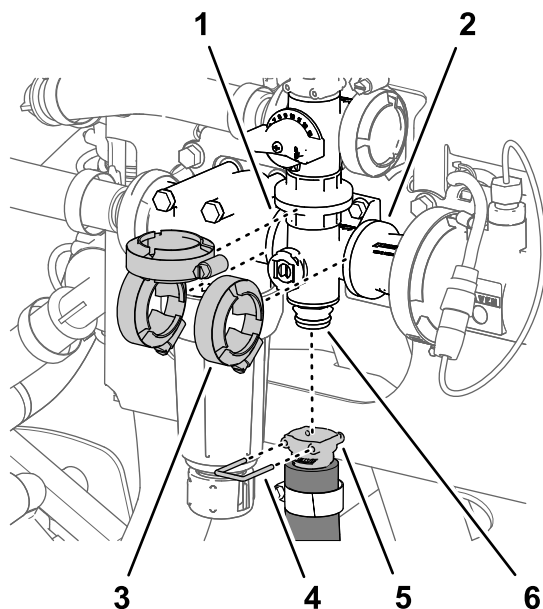

Figura 123
1. Retire o pino de ligação rápida que prende o acoplador de ligação rápida para o tubo da agitação ao coletor para a válvula de agitação (Figura 123).
2. Retire as 3 braçadeiras da flange que prendem o coletor da válvula de agitação às flanges da cabeça do filtro de pressão e ao adaptador do acoplamento (Figura 123).